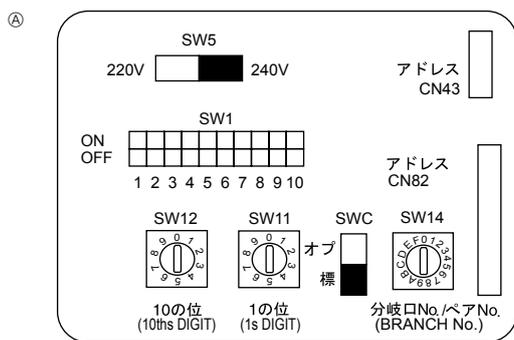

Fig. 7-4
7.5. Impostazione degli indirizzi (Fig. 7-4)
④ Pannello degli indirizzi
7.6. Rilevazione della temperatura ambiente con il sensore incorporato nel comando a distanza (Fig.7-4)